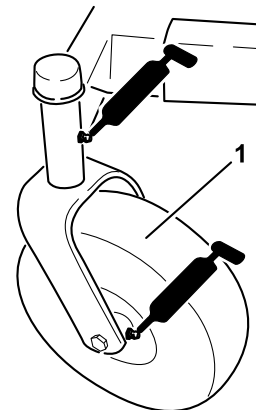
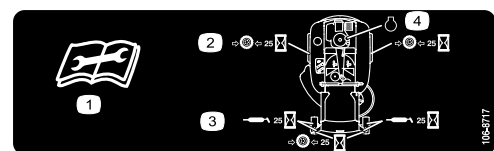

Figura 21
Figura 22
3. Limpie con un trapo los puntos de engrase (Figura 21) y (Figura 22). Asegúrese de rascar cualquier pintura que hubiera sobre los puntos de engrase.
4. Conecte una pistola de engrasar a cada punto de engrase (Figura 21 y Figura 22). Bombée grasa hasta que empiece a rezumar grasa de los cojinetes.